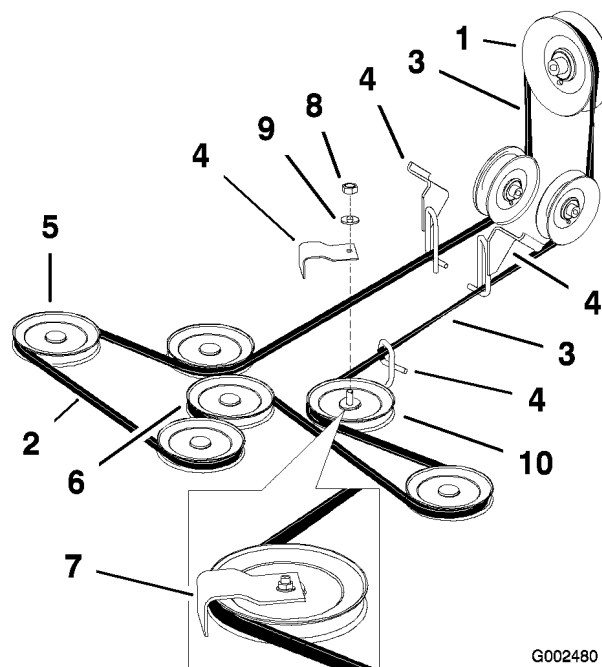

Figura 47
4. Afloje la tuerca que fija la chapa de la polea tensora y desplace la chapa para aliviar la tensión de la correa sobre la polea tensora (Figura 47).
6. Retire la correa del cortacésped de las guías de la correa y retire la correa (Figura 47).
la correa, el conjunto del brazo tensor trasero y el embrague (Figura 47).
Nota: Compruebe que la correa no está demasiado retorcida entre una polea y otra. Asegúrese de que no sobrepase lo especificado en Figura 47.
Importante: Compruebe que la correa no está demasiado retorcida entre una polea y otra. Asegúrese de que no sobrepase lo especificado en Figura 47.